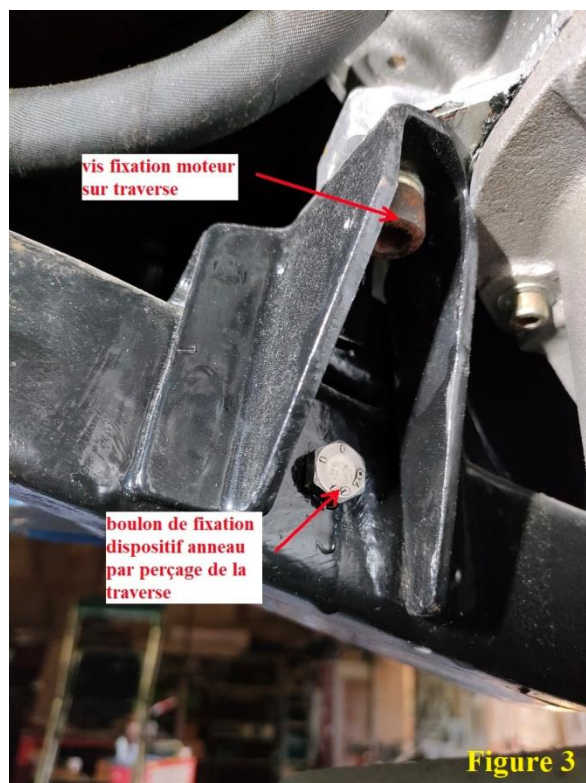

Figure 3
- Percer la traverse moteur à l'aplomb de la fixation de la base du moteur sur cette traverse (figure 3)